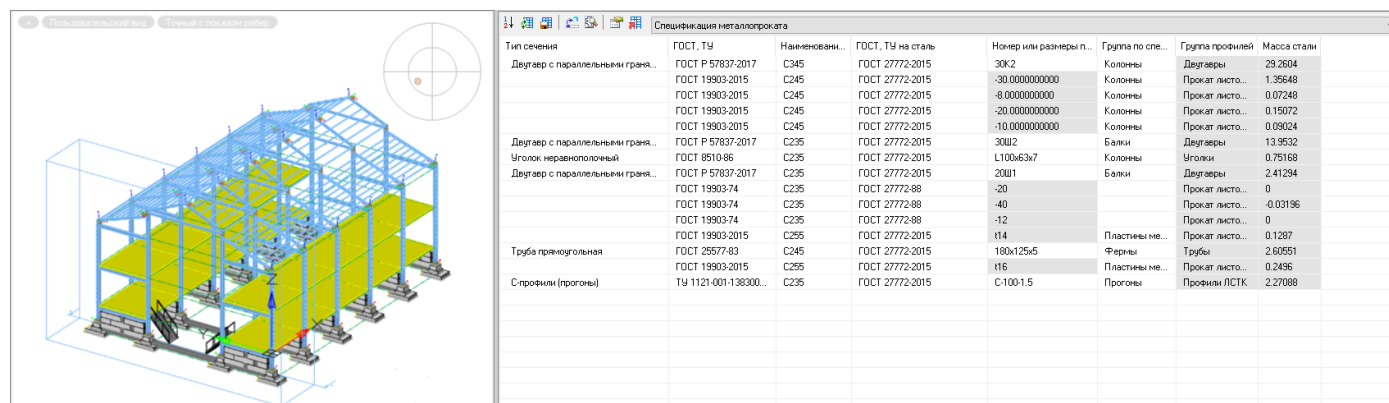

Рис. 3. Спецификации в динамическом редакторе
- Спецификация автоматически заполняется в функциональном окне, выводится в любом удобном формате оформления и гибко редактируется на листах. При получении всей необходимой информации с модели больше не нужно делать тысячу и одну "рабочую" спецификацию для заполнения и контроля данных, как это было в Revit (рис. 3).